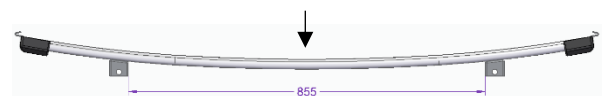

Abbildung 2
Danach kann die Spanschiene (3) montiert werden: Dazu müssen vorerst die Verbindungsbleche (11) mit den vier Sperrzahnschrauben M6x12 (18) an die vier Nutensteine, die sich bereits in der Nut der Spanschiene befinden, geschraubt werden. Achtung: Die beide Verbindungsbleche sind baugleich. Die Schräge soll die Krümmung der Schiene ausgleichen, so sind beide Verbindungsbleche senkrecht in Fahrzeugrichtung ausgerichtet (Abb. 2). Die Verbindungsbleche müssen mittig ca. 855mm auseinanderliegend leicht angeschraubt werden, so dass die Bleche sich noch verschieben lassen. Kleben Sie den langen Lackschutzgummi (29) noch auf die zum Fahrzeug zeigende Seite der Spanschiene (siehe Pfeil Abb. 2).